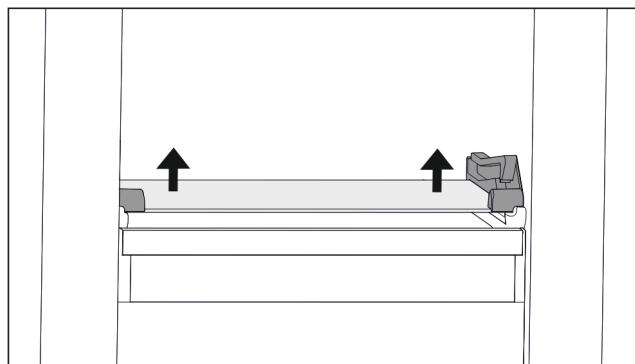

Fig. 63 Стъклена плоча на накланящото се чекмедже
- Натиснете стъклената плоча от долу нагоре от двете страни. (вж Fig. 63)